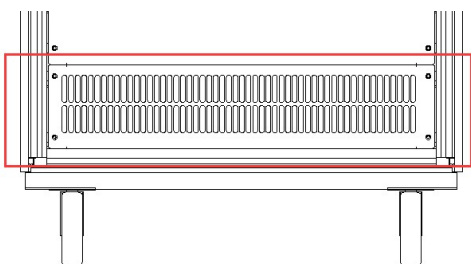
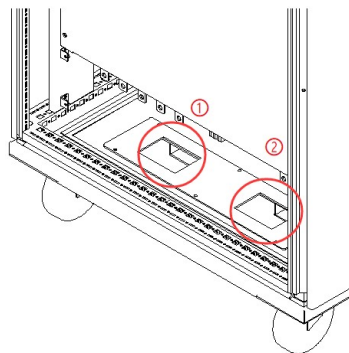

图 2-2 底部挡板
图 2-3 进线孔
移除下侧底部挡板（如图 2-2），用户可通过柜体底部的交流侧进线孔①和直流侧进线孔②（如图 2-3），将接地保护线 PE、N 线、网侧 A, B, C 三相进线、以及直流侧的正负出线引入柜体内部。